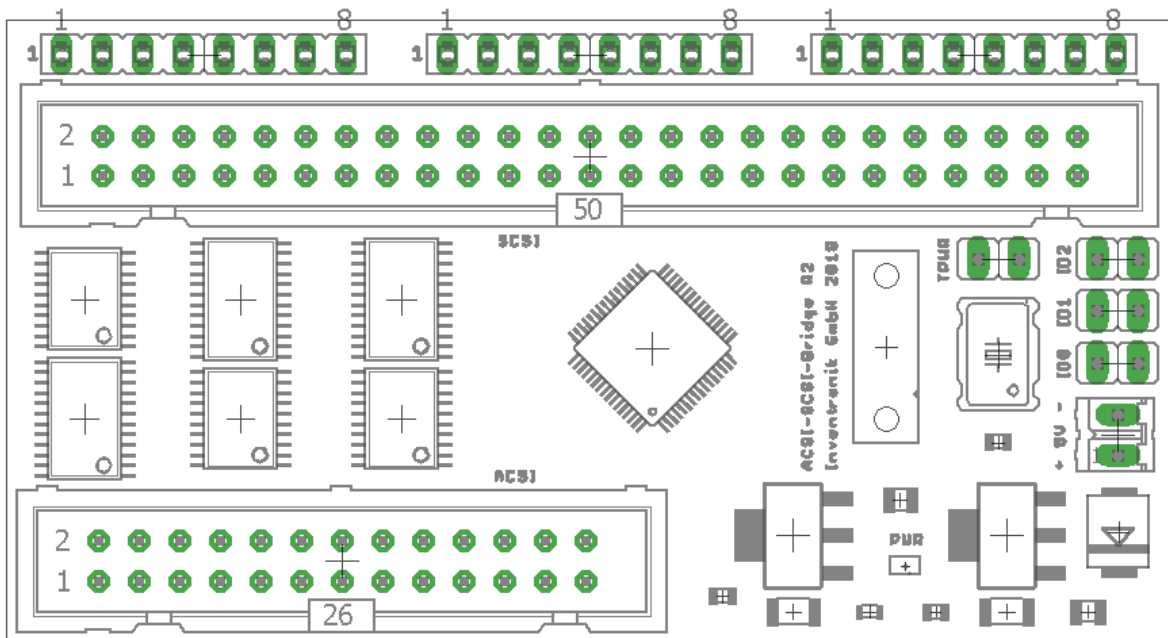

Abbildung 1: Bestückungsseite des ACSI-SCSI-II Adapters
2. Über den externen Spannungsversorgungsanschluss . Die Polarität des Steckverbinders ist wie auf dem Board aufgedruckt (+ 5V -). Siehe hierzu auch Abbildung 1.
3. Über die TermPower Leitung des SCSI-Steckverbinders. Wenn diese Möglichkeit gewählt wird, muss der Jumper TPWR geschlossen werden Abbildung 1. Das SCSI-Gerät ist hierbei so zu konfigurieren, dass es die Spannung zur Bustermiierung ausgibt.
Auf der Oberseite des SCSI-Adapters befinden sich drei Jumper ID2, ID1 und ID0 (siehe Abbildung 1). Durch jeweiliges Schließen der Jumper können verschiedene Initiator-ID-Nummern gemäß folgender Tabelle eingestellt werden. Werksseitig wird der Adapter mit nicht gesteckten Jumpern also mit Initiator-ID 7 ausgeliefert.